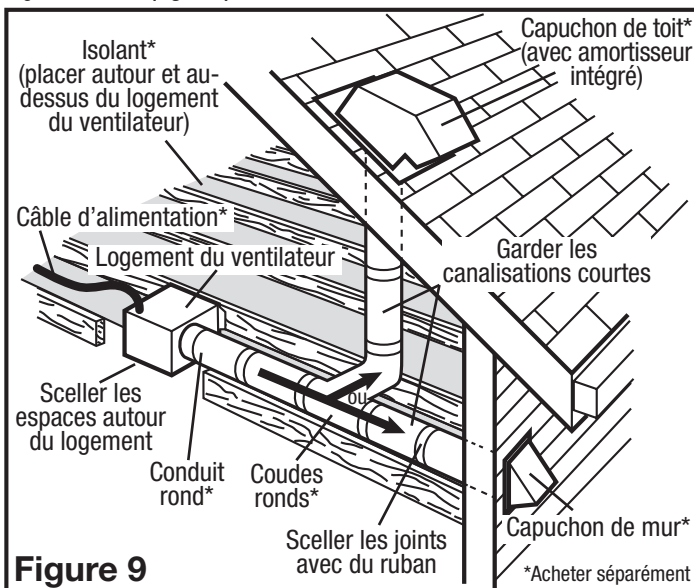

Figure 9
2. Assurez-vous que les joints des conduits et les pénétrations extérieures sont scellés avec du mastic ou tout autre matériau similaire pour créer un passage d'air étanche afin de minimiser la perte ou le gain de chaleur et réduire le risque de condensation. Placez / enveloppez l'isolant autour du conduit et / ou ventilateur afin de minimiser la possibilité d'accumulation de condensation à l'intérieur du conduit, ainsi que la perte ou le gain de chaleur (Figure 9).